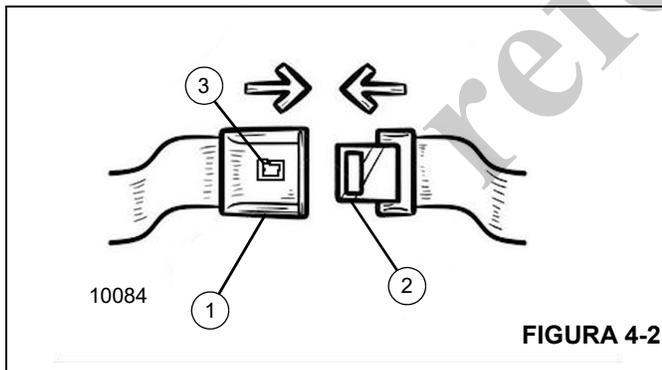

FIGURA 4-2
2. Tire del cinturón, crúzelo por delante de su cintura y enganche la placa (2) en la hebilla (1) hasta que escuche un chasquido (Figura 4-2).